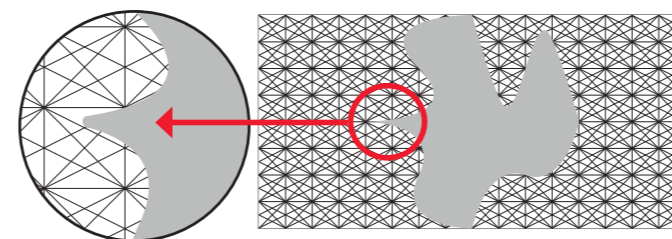

Fig. 3
- I formati con angoli < 35° dovrebbero essere evitati, gli angoli più acuti devono essere accorciati e adattati alla fattibilità tecnica (vedere Fig. 3).